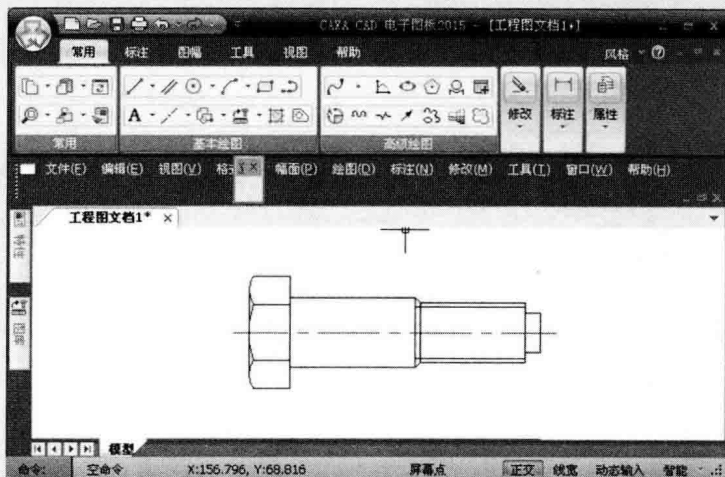

图 1-4 CAXA 电子图板 2015 的工作界面
**行业知识链接：**CAXA 电子图板 2015 新增暗色调界面，硬件加速效果相当明显，底部状态栏整体优化更实用便捷，可用于二维绘图、详细绘制、三维设计，可以提高制图效率。如图 1-4 所示是新版本的界面。